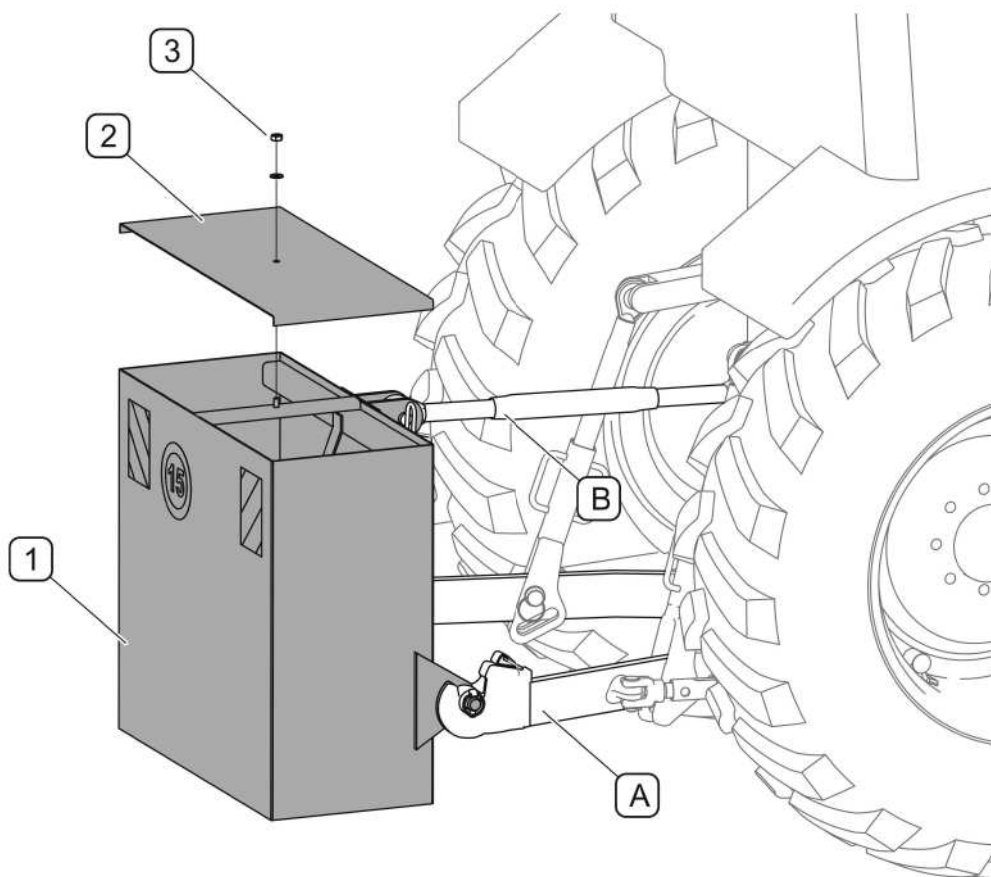

РИСУНОК 4.24 А Противовес
Нижние крепежные шкворни противовеса (РИСУНОК 4.24 А) подсоединить к нижнему сцепному устройству (А) трактора, а верхнее крепление подсоединить при помощи верхней сцепки (В). В противовес нужно загрузить балласт до общего веса ок. 400 кг. В качестве балласта можно использовать гири, крупнозернистый гравий, песок или бетон. Для наполнения противовеса балластом нужно открыть крышку (2), привинченную гайкой (3).